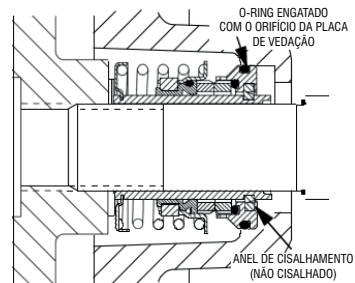

Figura 5. Selo parcialmente instalado
Limpe e inspeccione o rotor conforme descrito em Instalação e ajuste do rotor. Instale o conjunto completo de calços do rotor (40) fornecidos com o selo e aparafuse o rotor no eixo até que ele se assente contra o selo (consulte a Figura 5).